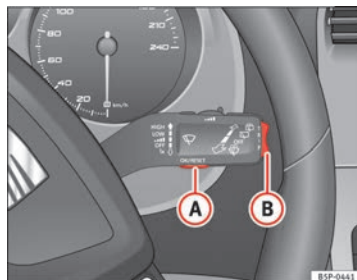
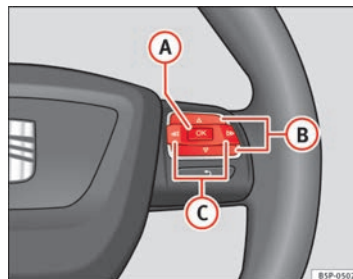

Fig. 45. Palanca del limpiacristales: tecla A para confirmar opciones del menú y tecla basculante B para cambiar de menú
Fig. 46. Mandos en volante: tecla A para confirmar opciones del menú y teclas B para cambiar de menú
⇒ fig. 46 hasta que lo visualice en la pantalla. Ya está dentro de este menú.
- Para cambiar de una memoria a otra, pulse brevemente la tecla **[A]** ⇒ fig. 45 ⇒ página 71 de la palanca del limpiacristales o la tecla **[OK]** del volante multifunción ⇒ fig. 46 ⇒ página 71 con el encendido conectado. ▶
En el indicador multifunción puede consultar los siguientes datos accionando la tecla basculante **(B)** ⇒ **fig. 45** ⇒ página 71 de la palanca del limpiacristales o pulsando la tecla **(A)** o **(V)** ⇒ **fig. 46** del volante multifunción*.
- Pulse la tecla [B] o [C] del volante multifunción* ⇒ fig. 46 hasta que se muestre el menú **Estado del vehículo**.